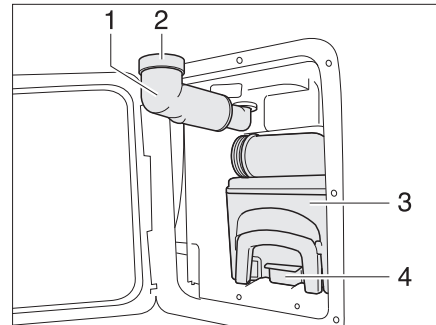

Bild 143 Thetford-kassetten
- Fäll ut påfyllningsöppningen för färskvatten (Bild 143,1).
- Tag av skruvlocket (Bild 143,2).